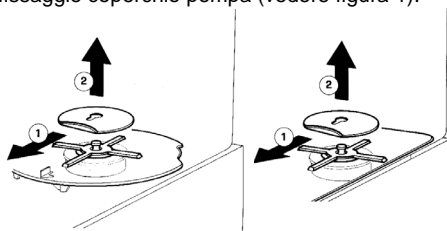

figura 1
2 Sganciare (1) ed estrarre (2) la piastrina di fissaggio coperchio pompa (vedere figura 1).